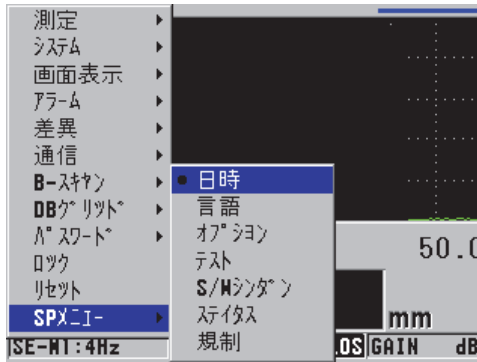

図 4-2 SPメニュー画面
2. **SP**メニュー（45ページの図 4-2を参照）、日時を選択します。